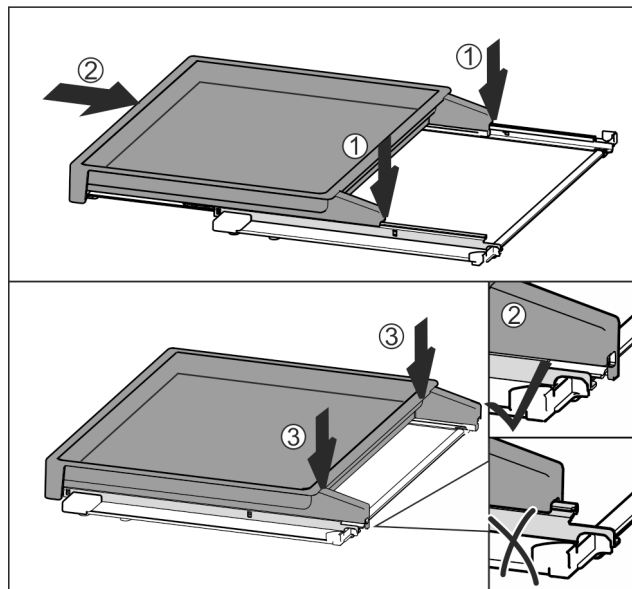

Fig. 113
- Plateau op het midden van de rails plaatsen Fig. 113 (1).
- Uitschuifplateau volledig erin schuiven Fig. 113 (2).
- Tegen de achterkant drukken tot deze hoorbaar vastklikt Fig. 113 (3).